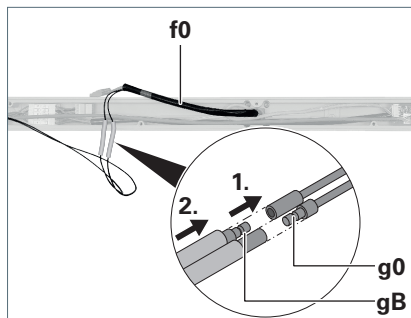

Fig. 9: Brancher l'antenne.
4. Branchez les câbles d'antenne **g0** du câble d'alimentation **f0** avec les câbles d'antenne **gB** dans le support transversal, voir Fig. 9.